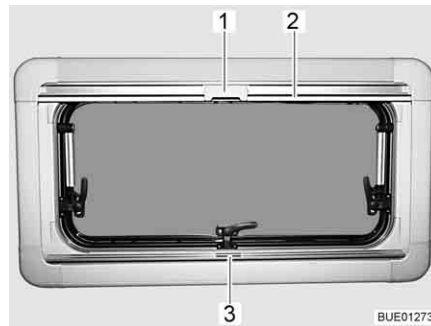

Fig. 62 Finestra apribile
- Afferrare la tendina oscurante pieghevole per la parte centrale della barra di presa (Fig. 62,3), tirarla dal basso verso l'alto e rilasciarla nella posizione desiderata. La tendina oscurante pieghevole rimane in questa posizione.
- Tirare la zanzariera a rullo accompagnandola con la barra di presa (Fig. 62,2) verso il basso, fino a quando la barra di presa non arriva a contatto con la tendina oscurante pieghevole (Fig. 62,3).
- Bloccare l'aggancio (Fig. 62,1) della zanzariera a rullo nella barra di presa della tendina oscurante pieghevole.
- Premere in alto all'indietro l'aggancio (Fig. 62,1) sulla zanzariera a rullo.
- Ricondere lentamente la zanzariera a rullo accompagnandola con la barra di presa (Fig. 62,2).